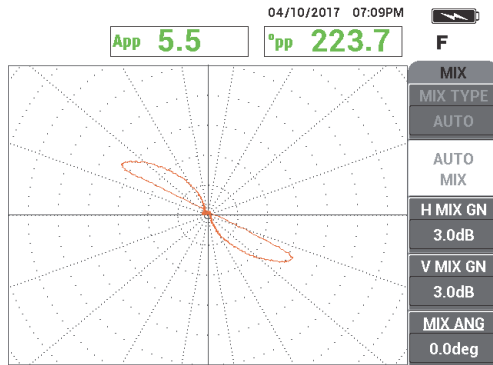

Abbildung 5-170 Signal des Thru-Wall-Lochs nach AUTO MIX
7. Prüfen Sie langsam nur das Thru-Wall-Loch von 1,3 mm mit Drücken des Fußschalters ERASE, wie benötigt, um den Bildschirm zu löschen. Wird das Signal des Lochs auf dem NORTEC 600 angezeigt, drücken Sie die Direktzugriffstaste FREEZE (❄) [siehe Abbildung 5-170 auf Seite 265].